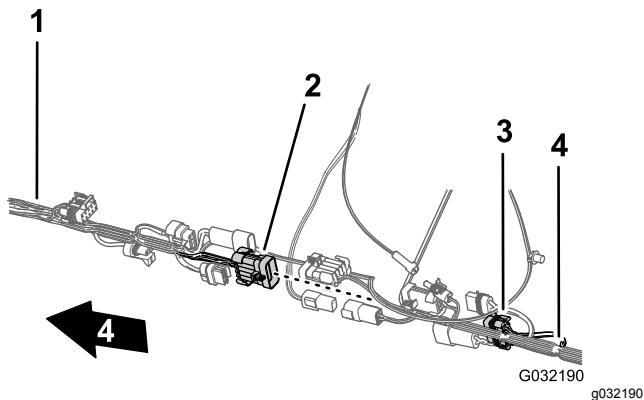

Figura 119
6. Conecte el conector de 10 pines de interconexión del arnés delantero al conector hembra de 2 vías de interconexión del arnés trasero (Figura 119).